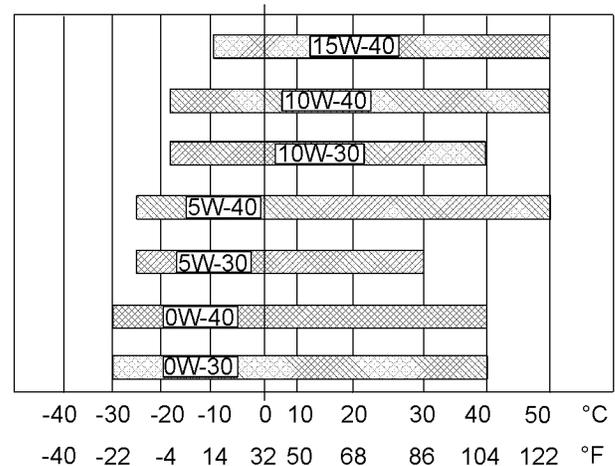

Ilustración 51
Consulte la Ilustración 51 (temperatura mínima) para determinar la viscosidad necesaria del aceite para arrancar un motor frío.
Consulte la Ilustración 51 (temperatura máxima) para seleccionar la viscosidad de aceite para la operación del motor a la temperatura ambiente más alta esperada.
- Consulte las “viscosidades de lubricante” correctas. Consulte la Ilustración 51 para encontrar el grado correcto de viscosidad de aceite para su motor.